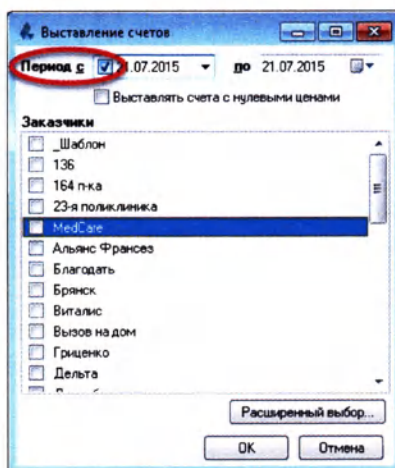

Рисунок 10.2
2. В открывшемся окне «**Выставление счета**» поставьте галку в поле «**Период с**» (Рисунок 10.2):